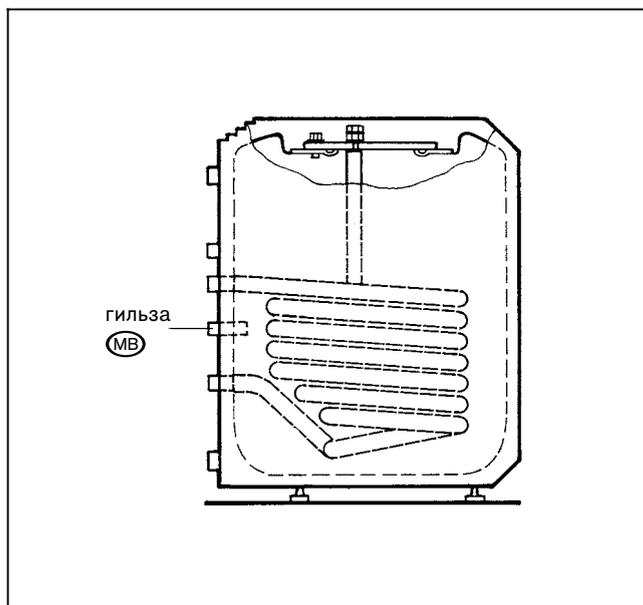

Рис. 9 – Принципиальный чертеж
- Произвести монтаж датчиков в гильзу (MB) на задней стороне бойлера (рис. 9).